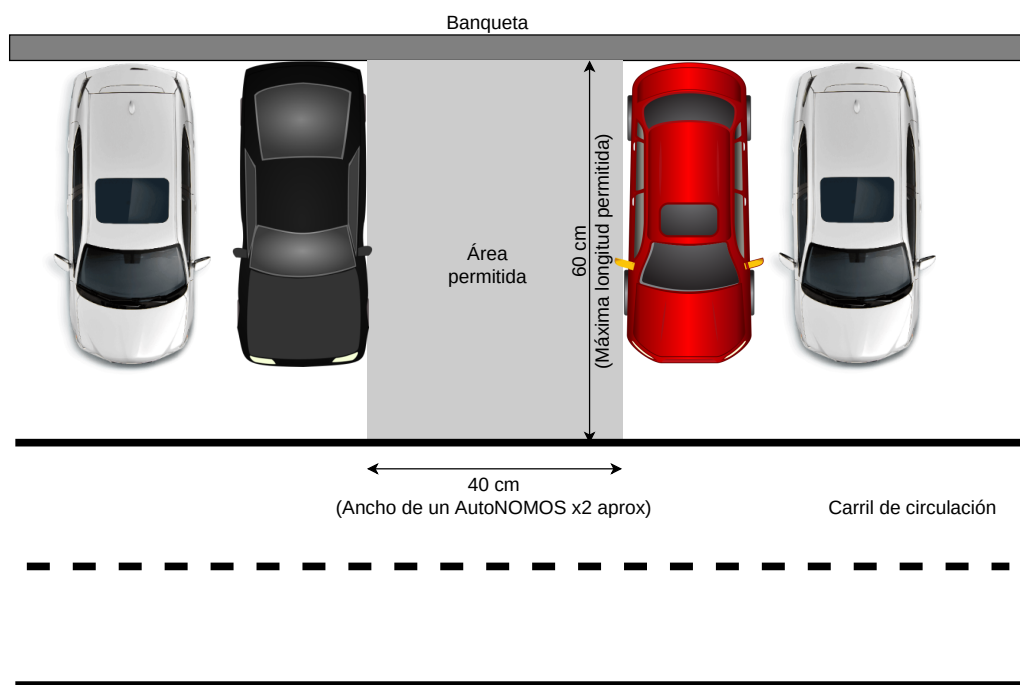

Figura 3: Zona de estacionamiento
Asimismo, habrá una zona en la pista para las pruebas de estacionamiento **en batería**, como se ilustra en la figura 3. La banqueta será delimitada por “paredes” con
4. **Estacionamiento Autónomo.** Consiste en hacer que el vehículo pueda estacionarse en la zona designada (ver figura 3). Se arrancará el vehículo a un metro de distancia, aproximadamente, del espacio para estacionarse. Esta posición inicial estará sobre el carril de circulación. La posición y orientación inicial tendrán una ligera variación aleatoria para todos los equipos. El vehículo podrá utilizar todo el espacio y maniobras necesarias para estacionarse.
- En la prueba sobre estacionamiento autónomo, se ordenará a los equipos de acuerdo al tiempo final requerido para concluir exitosamente la prueba, luego de aplicar sanciones a aquellos autos que colisionen contra algún obstáculo (ver sección 6.3). Quien no logra estacionarse recibirá puntuación nula. Se considerará como exitosa la prueba si el vehículo queda estacionado dentro del espacio identificado en la Figura 3 como “Área permitida”.